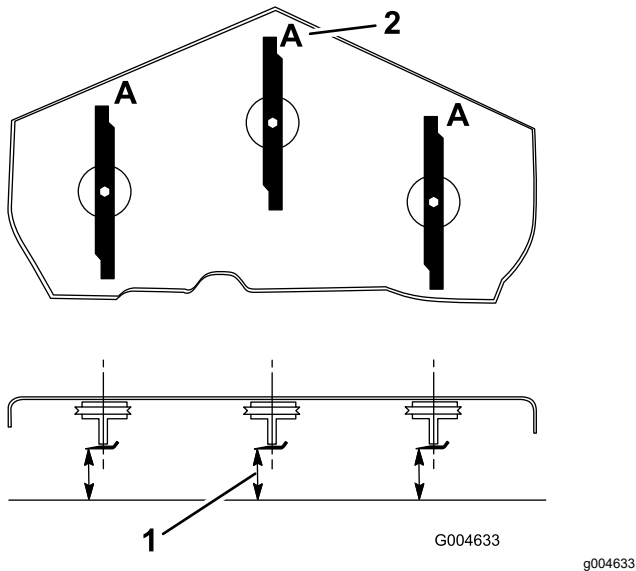

图 22
3. 旋转刀片直至刀片端部前后对照图 22。测量从水平地面到刀刃的距离刀片的位置 A 图 22。记录此尺寸。